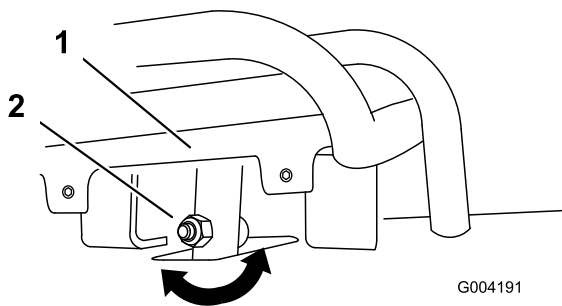
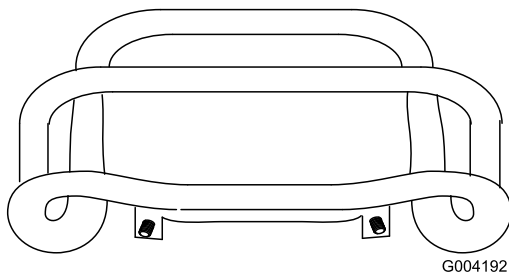

Bild 54
Bild 55
4. Wenn die Vorderseite des Fahrtriebs nicht bündig und gleichmäßig am Anschlagbügel bleibt, lösen Sie die Bundmutter und die Schraube im Schaft des Fahrtriebs (Bild 54).
5. Stellen Sie den Fahrtrieb so ein, dass er bündig am Anschlagbügel bleibt, wenn er gerade nach hinten gezogen wird (Bild 54 und Bild 55).
- Lösen Sie die Bundmutter und die Schraube im Fahrtriebsschaft (Bild 54).
- I. Stellen Sie den Fahrtrieb so ein, dass er bündig am Anschlagbügel bleibt, wenn er gerade nach hinten gezogen wird (Bild 54 und Bild 55).